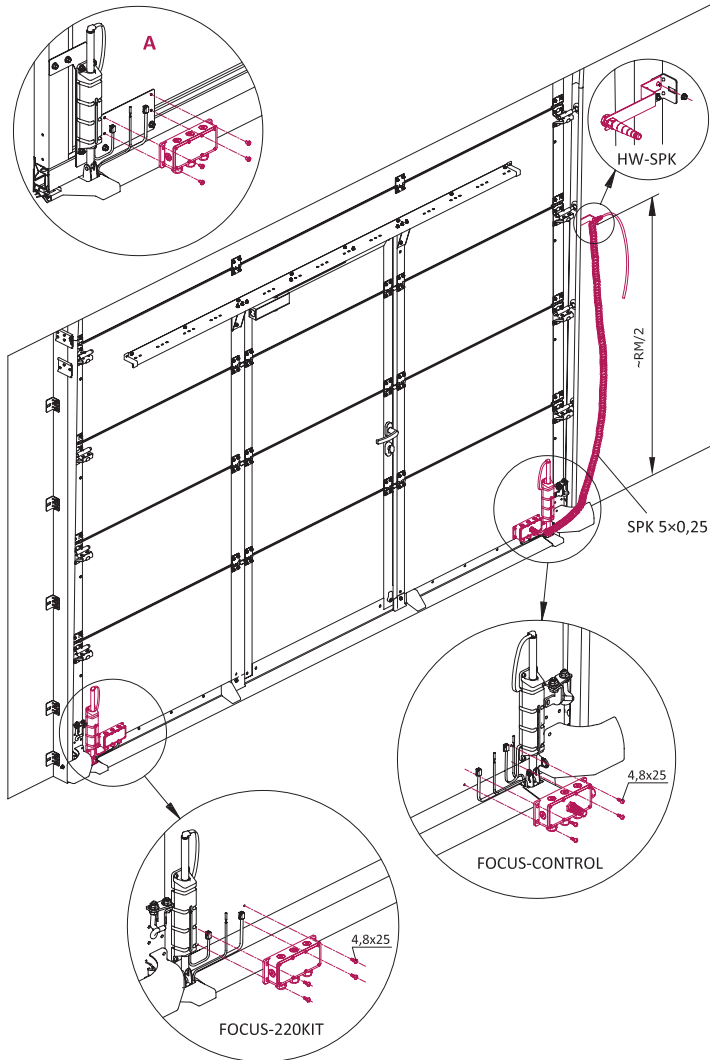

Abb. 2 — Einstellung der Sets **FOCUS-210** und **FOCUS-220KIT**
- Installieren Sie die Gehäuse der Sets **FOCUS-210 (FOCUS-CONTROL)** und **FOCUS-220KIT** (Abb. 2) am Torblatt aus Sandwich-Paneeelen mit 4,8×25 Schrauben (8 Stück sind im Torbauset enthalten). Um die Position der Gehäuse an dem Torblatt zu bestimmen, werden zwei Löcher im Werk angebracht.
Wenn der untere Teil der Sektion von Torblatt Panorama ist, werden die Gehäuse auf vorinstallierten Stahlplatten (Abb. 2, Ansicht A) mit Schrauben M5×8 montiert (Das Torset enthält 8 Stück).
- Montieren Sie einen Rollenhalter **HW-SPK** (Abb. 2) an der Außenseite des Eckprofils des Führungsschienensystems, nicht tiefer als die Mitte der Toröffnung (ungefähr **RM/2**).
4. Führen Sie das kurze Ende des Spiralkabels **SPK 5×0,25** (Abb. 2) durch die spezielle Kabeinführung des **FOCUS-CONTROL**-Gehäuses und das lange Ende durch die Kabeinführung des Rollhalters **HW-SPK**.